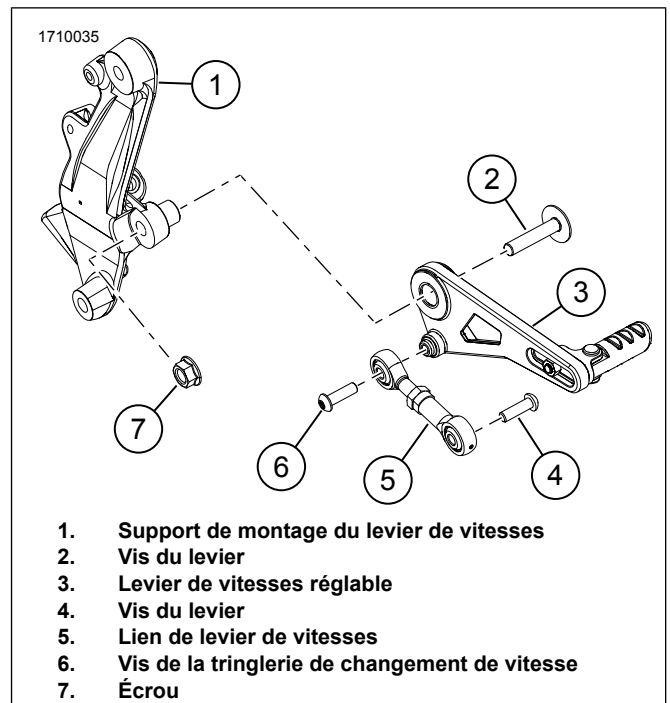

Figure 3. Levier de vitesses réglable
1. Voir la Figure 3. Installez la tringlerie de changement de vitesse (5) et la vis de tringlerie de changement de vitesse (6) sur le levier de vitesses réglable (3). Serrer.